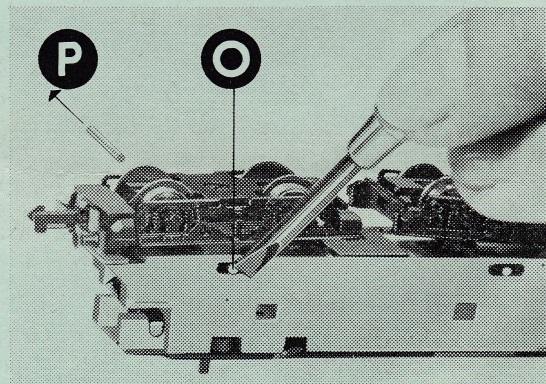

Abb. 2
Gehäuse wie eingangs beschrieben abnehmen und mit Schraubenzieher o. ä. Drehgestell-Lagerstifte (O) durchdrücken (Abb. 2) und ggf. mit kleiner Zange nach der anderen Seite herausziehen (P). Drehgestelle können dann nach unten herausgezogen werden. Drehgestelle nicht vertauschen, da sonst Fahr-richtungswechsel!